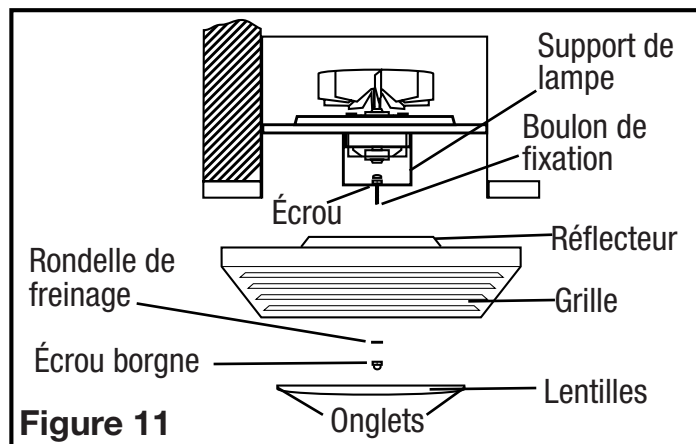

Figure 11
2. Installer la grille/ la lentille/ le réflecteur de la lumière, en enlevant d'abord les lentilles de la grille (il y a deux onglets de chaque côté qui tiennent en place la lentille). Ensuite, enlever l'écrou borgne et la rondelle de sécurité qui sont installés sur le boulon de montage du réflecteur dans le châssis du ventilateur. Ajuster la hauteur du boulon de montage du réflecteur pour que la grille soit bien serrée contre le plafond fini et à moins de 0,6cm (1/4po) du boulon de montage du réflecteur en saillie au travers du réflecteur. Serrer en position le boulon en serrant l'écrou installé en usine contre le support de lampe (**Figure 11**).